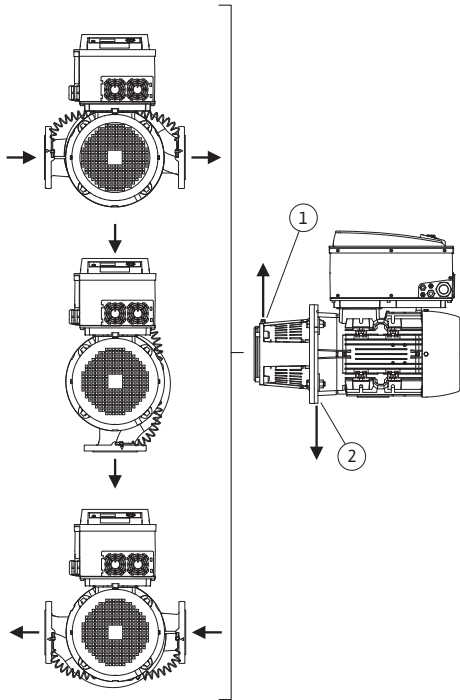

Fig. 14: Godkjente monteringsstillinger med horisontal motoraksel
De godkjente monteringsstillingene med horisontal motoraksel og elektronikkmodulen oppover (0°) er fremstilt i Fig. 14.
Lufting av pumpen fungerer optimalt når lufteventilen vender opp (Fig. 14, pos. 1).
Før kondensat ut gjennom eksisterende borer, pumpelanternen og motoren (Fig. 14, pos. 2).